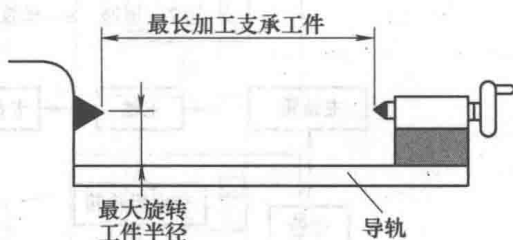

图 1-12 车床主要参数
3) 导轨。导轨是车床的重要组成部分，其长度决定了加工最长杆的长度。车床尺寸是由最长的支承零件和不碰到车床导轨的最大旋转工件半径决定的，如图 1-12 所示。